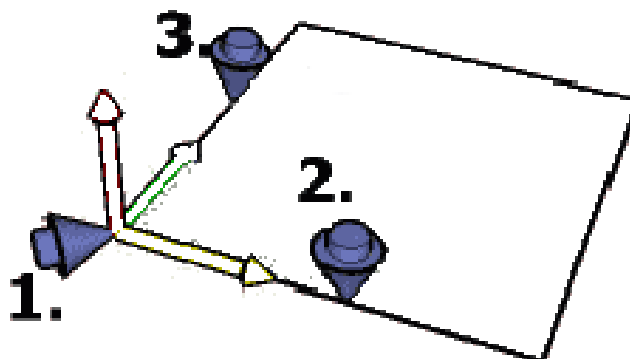

图 2-1 直线传带动坐标系标定示意图
1. 如图 2-1 直线传带动坐标系标定示意图所示，在静止的传送带上选定基准点1，点动机器人使TCP与点1重合，点击“示教点”进入下一步；